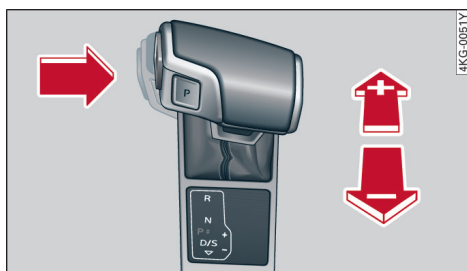

图 87 中控台: 用选挡杆手动换挡
- ▶ 要切换进入手动换挡模式时, 请将选挡杆向副驾驶员方向倾斜 → 图 87。在组合仪表中显示 M。